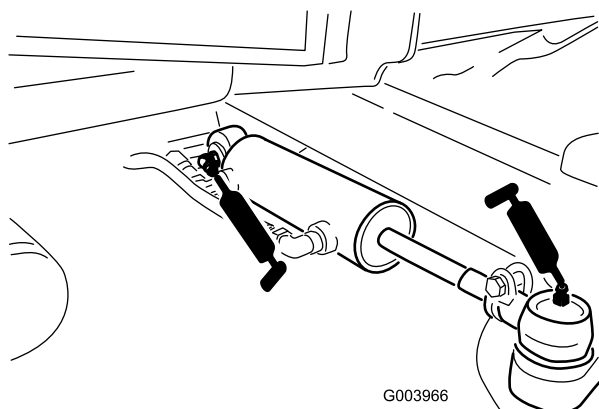

Figure 52
- Rotules de vérin de direction (2) (Figure 52)